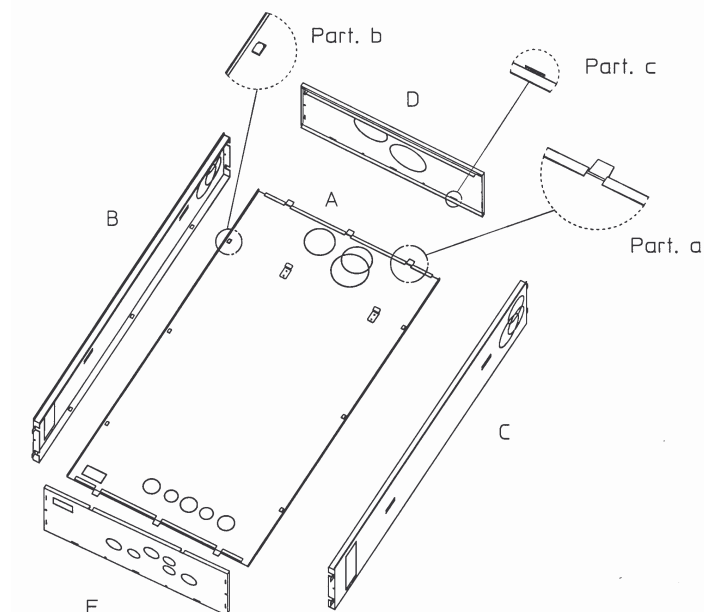

Figura 2-4
2.4.1 MONTAGGIO NICCHIA (Figura 2-4)
- Lasciare liberi i quattro fori pos. 8 in Figura 2-4 per scaricare eventuali perdite di acqua.